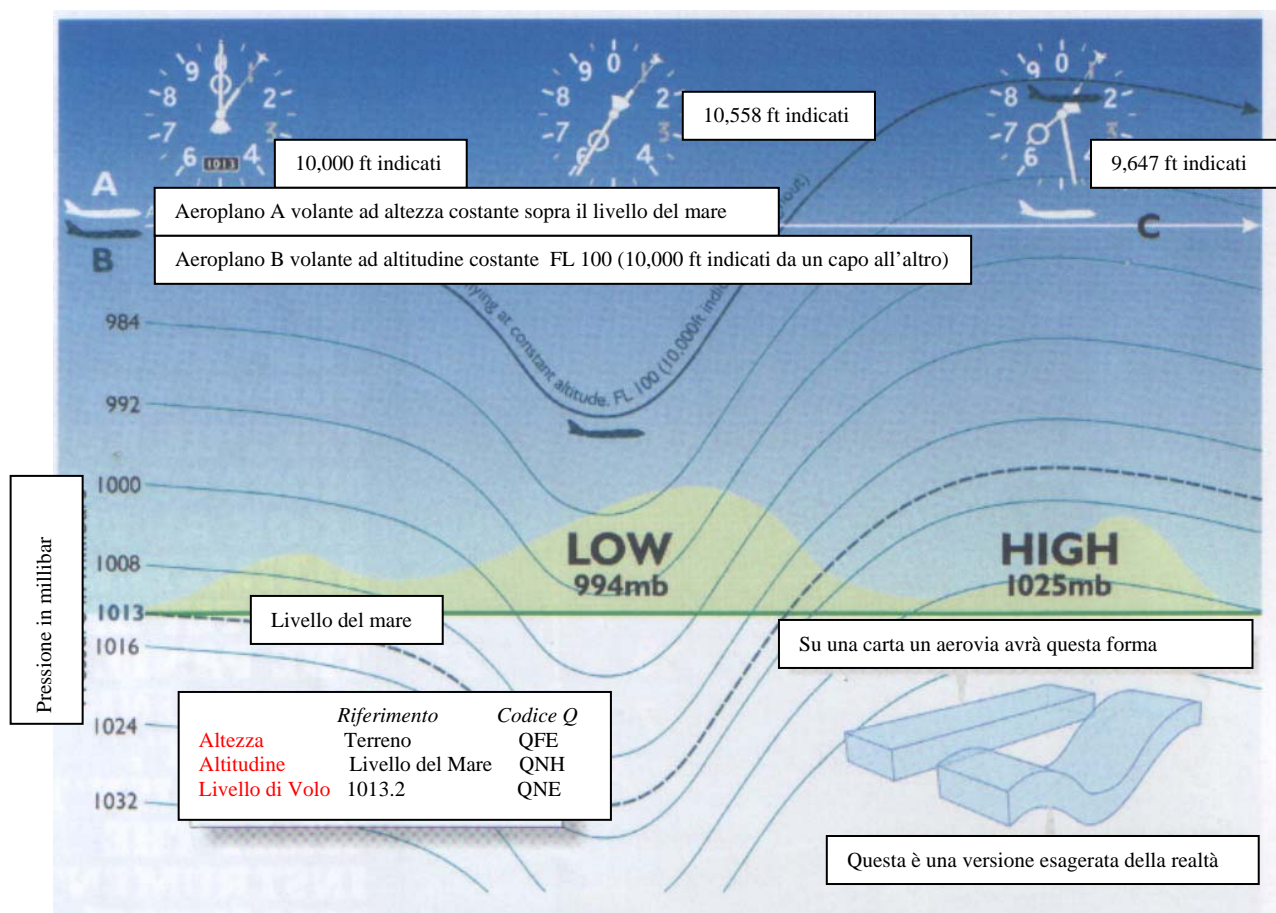

Figura 16. Volare ad Altezza Costante contro Altitudine Costante (FL)
Questo lascia intendere, nel modo più indiretto, il reale punto della 1013. Se ognuno usando la 1013 mantiene una altitudine indicata costante – questo include le aerovie definite per livelli di volo (vedere sotto) - vuol dire che sta seguendo un adatto profilo di pressione (vedere Figura 16), e quando nella medesima zona loro saliranno o scenderanno insieme della medesima quantità.
La dimensione verticale della maggior parte delle aerovie viene espressa in Livelli di Volo (FL) (vedere Figura 16). Sulla carta le lettere FL sono seguite da due o tre numeri che si devono moltiplicare per 100 per avere l'altitudine di pressione.